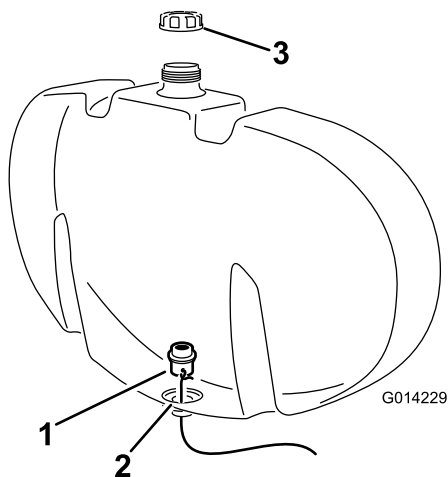

Bild 3
- E. Verlegen Sie den Schott mit dem Draht zum offenen Loch unten im Behälter (Bild 3).
F. Bringen Sie den Schott in die richtige Stellung und stellen Sie sicher, dass der O-Ring an der Innenwand des Spülbehälters anliegt (Bild 3).